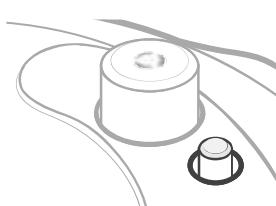

Figura 1.7
- La válvula de flotador hacia arriba significa que hay presión en el interior. [**Figura 1.7**]